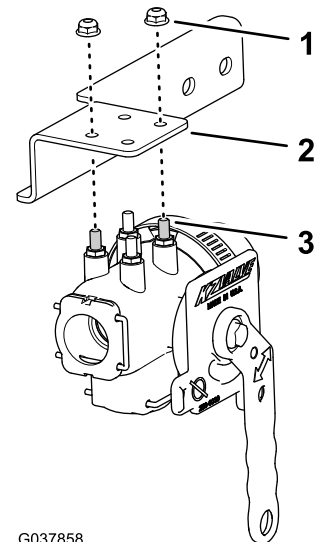

Bild 61
- Fluchten Sie die Bolzen des Ejektorabstellventils mit den Löchern in der Halterung des Abstellventils aus (Bild 61).
- Befestigen Sie das Ventil mit den zwei Sicherungsbundmuttern (1/4") an der Halterung (Bild 61).